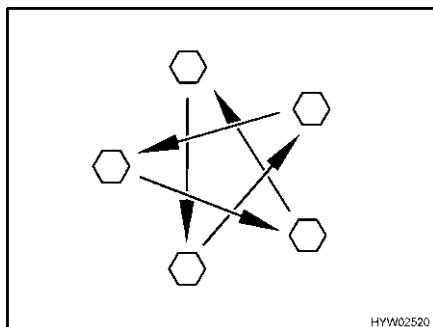

Bild 278 Dra åt hjulmuttrarna eller hjulbultarna korsvis
- Kontrollera regelbundet att hjulmuttrarna eller hjulbultarna är ordentligt åtdragna. Om du har bytt däck ska hjulmuttrarna eller hjulbultarna dras åt korsvis efter 5 mils körning (Bild 278). Åtdragningsmoment se avsnitt 13.5.2.
- ▷ Dra åt hjulmuttrarna eller hjulbultarna korsvis (Bild 278).